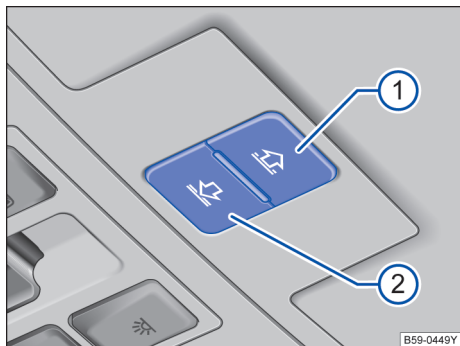

图 59 在顶篷中：遮阳卷帘的按钮
按钮 → 图 59 ① 和 ② 设有 2 挡位置。1 挡位置：可完全或部分打开或关闭遮阳卷帘。